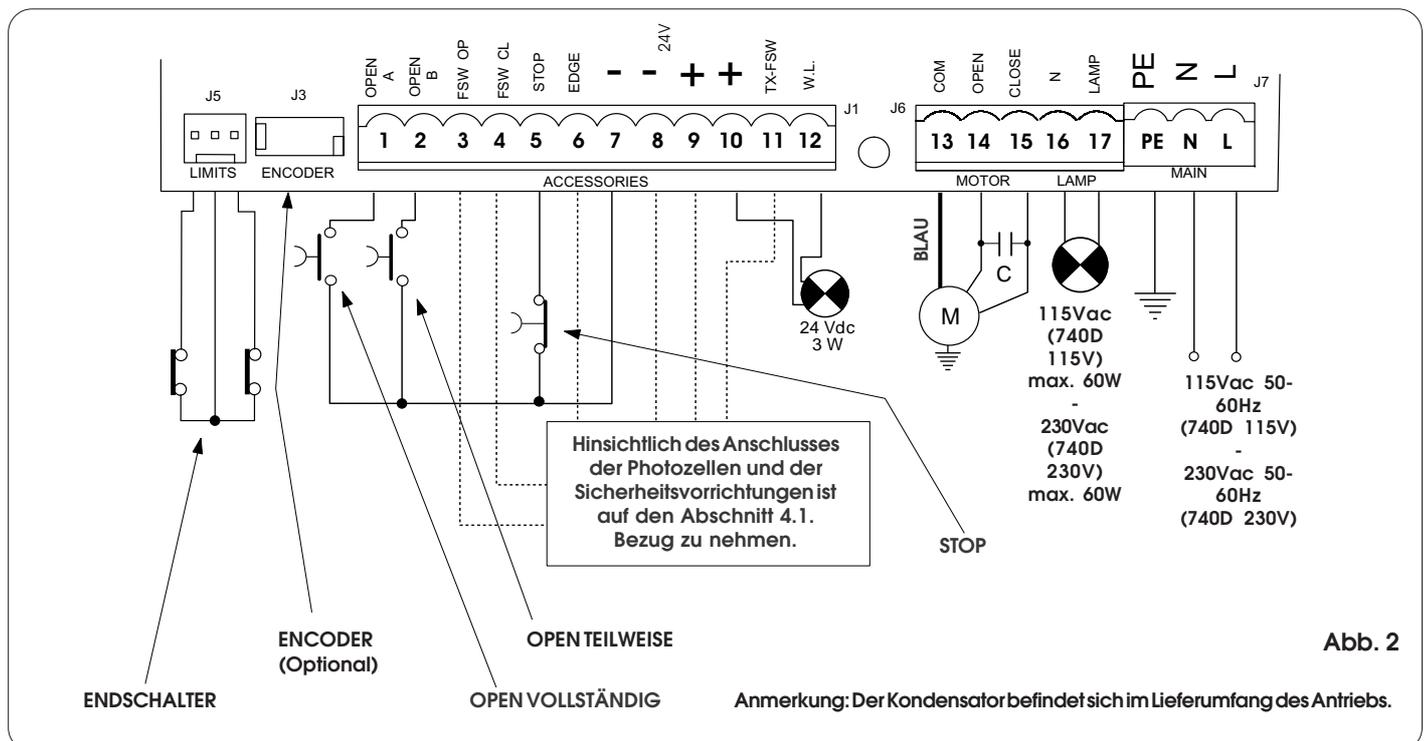

Abb. 2
- Das Erdungskabel ist an die entsprechende Klemme auf dem Stecker J7 des Geräts anzuschließen (siehe Abb. 2).
4.2. Klemmenbrett J7 - Versorgung (Abb. 2)
4.3. Klemmenbrett J6 - Motoren und Blinkleuchte (Abb. 2)
4.4. Klemmenbrett J1 - Zusatzgeräte (Abb. 2)
4.6. Stecker J6 - Schnellanschluß Endschalter (Abb. 2)
Dieser Eingang dient dem Schnellanschluß der Endschalter im Öffnungs- und im Schließvorgang, die den Stopp des Flügels, den Beginn der Abbremsungen oder auch die Bremsung einleiten können (siehe detaillierte Programmierung Kap. 5.2.). Bei den Getriebemotoren, bei denen die Steuerzentrale eingebaut ist, ist dieser Anschluß bereits serienmäßig vorverkabelt (Abb. 2). Für die Öffnungsrichtung des Flügels siehe detaillierte Programmierung Kap. 5.2.
4.7. Stecker J3 - Schnellanschluß Encoder (Abb. 2)